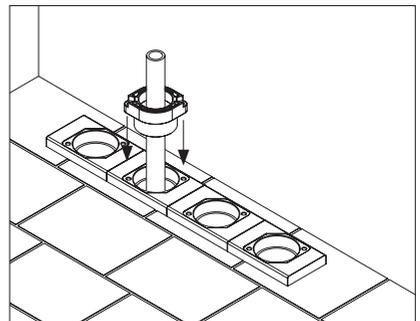

Abbildung 5.2: Einbausituation **KRASO® Bauherren-Komfortpaket - Boden - 90** mit Estrichaufsatz, **KRASO® BKP - Boden - Dichteinsatz - Wasser** - und Rohrleitung
- Schieben Sie den **KRASO® BKP - Boden - Dichteinsatz - Wasser** - mit der Gummidichtung voraus über die Rohrleitung bis in den Estrichaufsatz des **KRASO® Bauherren-Komfortpakets - Boden - 90**. Beachten Sie, dass die Schraublöcher am Dichteinsatz und die Kernlöcher am Estrichaufsatz übereinander liegen (s. Abbildung 5.2).